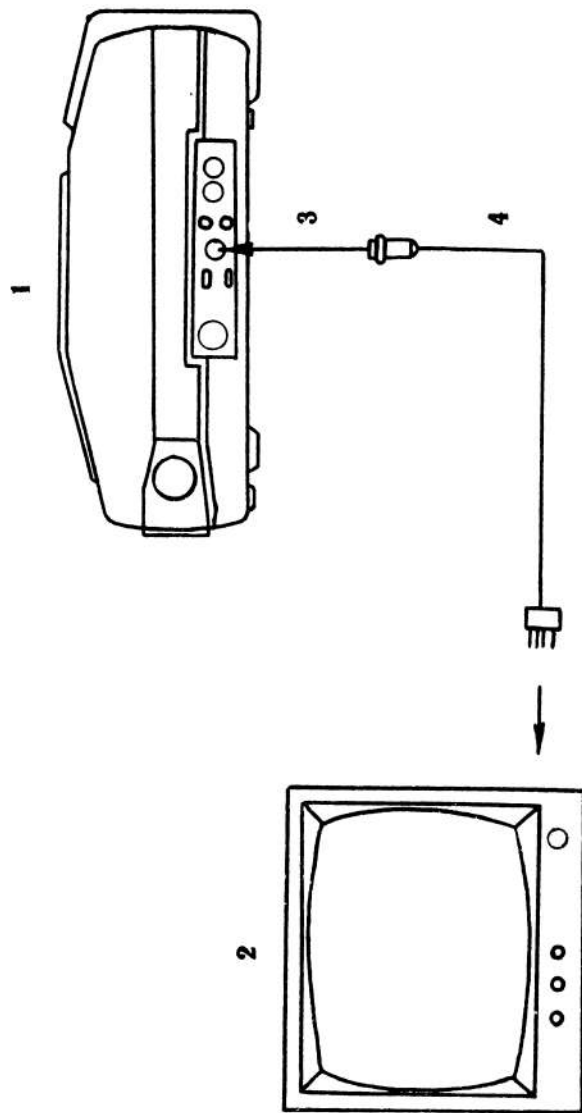

Рис. 4
- подсоедините телевизор к видеоманитону с помощью соединительного кабеля (рис. 4);
— подсоедините телевизионный приемник с помощью соединительного кабеля к видеомagnetofону (рис. 4), установив переключатель «ТВ—КАМ» в положение «ТВ»;